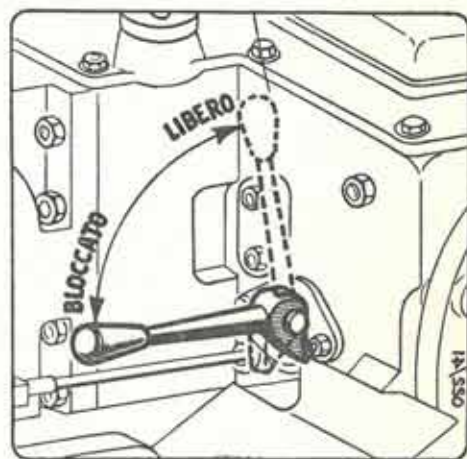

Fig. 17 - LEVA DEL FRENO
— Quando la leva è posta verticalmente (pomello in alto) il freno è libero (fig. 17).
**C) FRENO DI STAZIONAMENTO (Fig. 17)** - Si usa solo quando il trattore è già FERMO. **NON AGIRE MAI SUL FRENO DI STAZIONAMENTO QUANDO IL TRATTORE E' IN MOVIMENTO.**